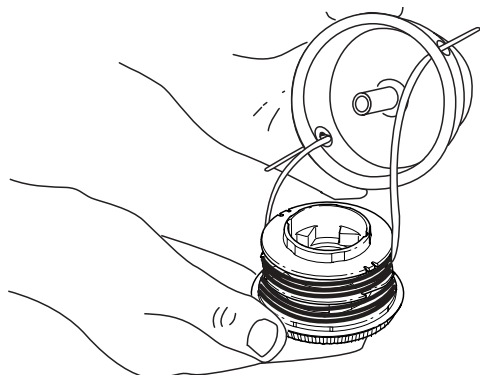

Fig. 19
3. Insérez les extrémités du fil du moulinet intérieur neuf dans les œillets de la bobine extérieure (Fig. 19). Enfoncez le moulinet intérieur neuf, flèche vers le haut, dans la bobine extérieure.
3. Retirez de la bobine extérieure le moulinet intérieur avec son fil (Fig. 19).